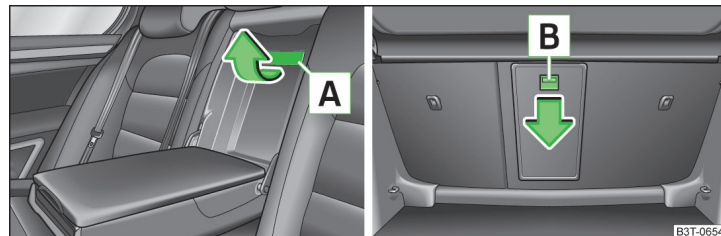

Fig. 97 Asientos traseros: tirador de la tapa / maletero: tecla de desbloqueo
► Tirar del tirador **A** hasta el tope en el sentido de la flecha hacia arriba y abatir la tapa hacia abajo » fig. 97.
► Empuje la tecla de desbloqueo **B** » fig. 97 en el sentido de la flecha y abata la tapa con el apoyabrazos hacia delante.
Fijarse en que el apoyabrazos esté siempre enclavado después de cerrar. Se puede reconocer, porque ya no se verá la zona roja encima de la tecla de desbloqueo **[B]** » fig. 97 desde el maletero.